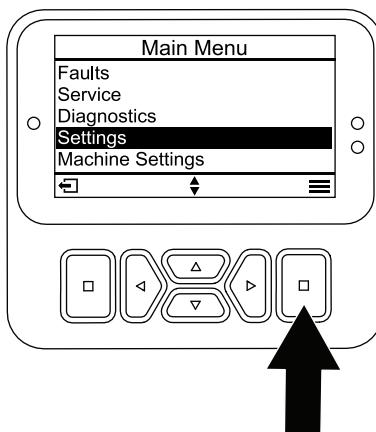

Figura 18
1. En el MENÚ PRINCIPAL (Main Menu), vaya a SETTINGS (Ajustes) y pulse el botón Seleccionar (Figura 18).